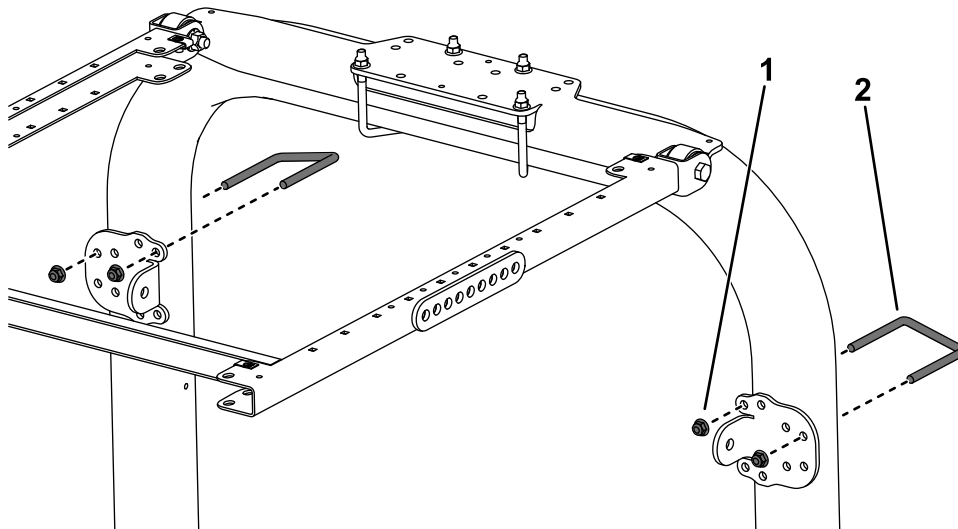

Рисунок 4
4. Используя монтажные отверстия, показанные на рис. Рисунок 4, прикрепите, не затягивая, все кронштейны подпорок к стойкам защитной дуги с помощью U-образного болта ($3\frac{1}{8}$ x 4 дюймов) и 2 фланцевых гаек.